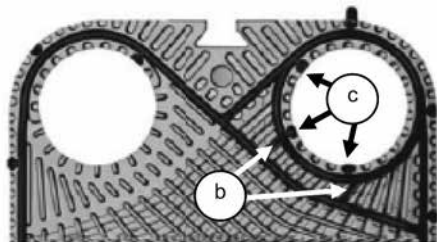

Fig.9
- Pour la moitié de joint dont la plaque dispose d'un logement correspondant à chaque Plug-in® (Fig.9-c), positionnez le joint, insérez les Plug-in® dans leur logement et encollez les barrettes de liaison Fig.9-b.
culaire entourant le collecteur. Il peut aussi être nécessaire d'éliminer les barrettes de liaison (Fig.9-b).
NOTA: certaines plaques ne disposent pas d'emplacement sur le pourtour des collecteurs pour insérer les Plug-In® des joints, il faut donc les couper avec des ciseaux. Pour ces plaques, il faut également couper les barrettes de liaison Fig.9-b. La zone non maintenue des joints doit alors être maintenue par collage. Nous conseillons d'encoller en totalité les joints d'échangeur DN200.